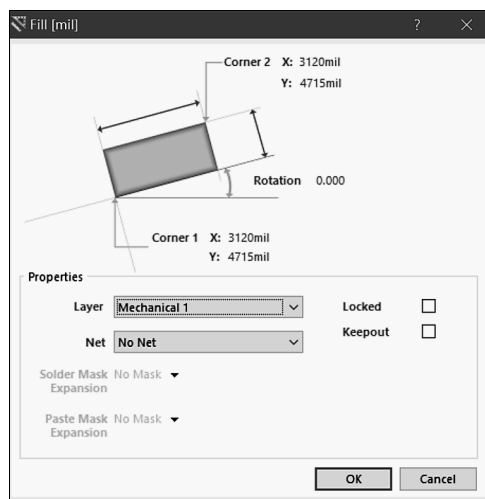

图 8-1-23 Fill 对话框
- (1) 单击需要放置填充区域的 PCB 板层标签。
- (2) 在主菜单中执行菜单命令 Place→Fill 或者直接单击 Wiring 工具栏中的填充工具按钮.
- (3) 按【Tab】键，打开如图 8-1-23 所示的 Fill 对话框，各选项的功能如下。